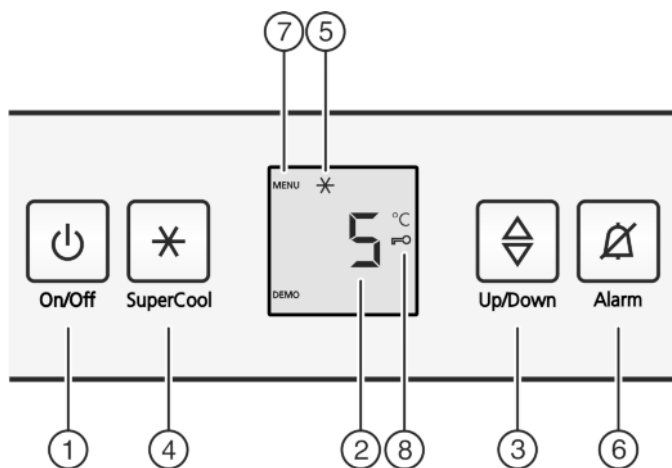

Fig. 2
- ▶ Нажать кнопку On/Off Fig. 2 (1).
- ▶ Нажмите кнопку «SuperCool» Fig. 2 (4) и удерживайте ее прим. 5 секунд.
- ▷ На индикаторе будет отображаться символ «Меню» Fig. 2 (7).
- ▶ Для подтверждения нажать и отпустить кнопку «SuperCool» Fig. 2 (4).
- ▷ На индикаторе горит символ «Защита от детей» Fig. 2 (8).
- ▶ Нажать и отпустить кнопку «On/Off» Fig. 2 (1).
▶ Нажмите кнопку Alarm Fig. 2 (6).
▶ Активация модуля регулировки температуры: нажмите кнопку настройки Fig. 2 (3).
▶ Температуру меняйте степенями по 1 °C: нажимайте кнопку настройки Fig. 2 (3) до тех пор, пока на индикаторе температуры не будет высвечена требуемая температура.
▶ Коротко нажмите кнопку SuperCool Fig. 2 (4).
▷ На индикации горит символ SuperCool Fig. 2 (5).
▷ Символ SuperCool Fig. 2 (5) на индикации гаснет.